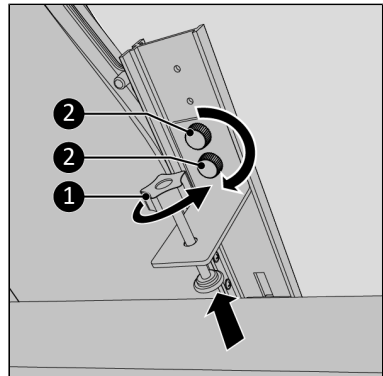

Abbildung 152.
11. Schrauben Sie die Klemmschraube vollständig zurück (Abbildung 152, Pos. 1). Sollte kein Platz zur Befestigung der Klemhalterung vorhanden sein, kann diese auch weggelassen werden. Stellen Sie dann das Fenster, wenn möglich, gesichert, in die angelehnte Position.
13. Schrauben Sie die Klemhalterung mit den beiden Knopfschrauben (Abbildung 152, Pos. 2) an der Hauptschiene fest.